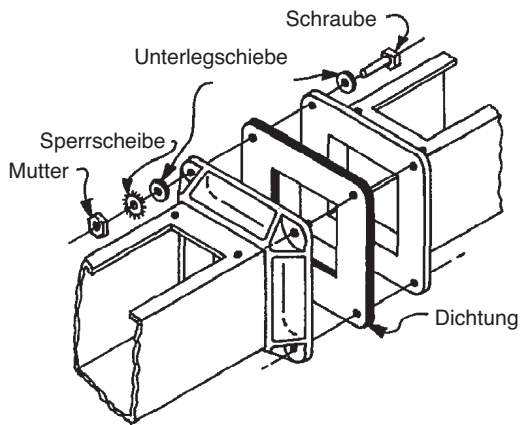
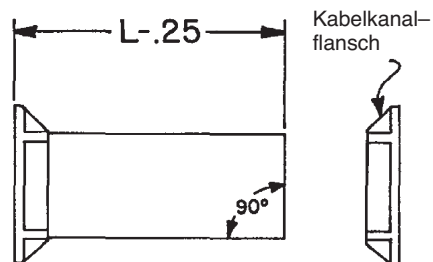
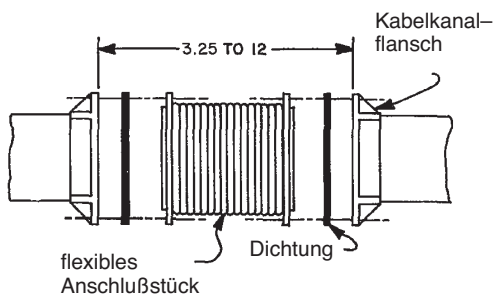
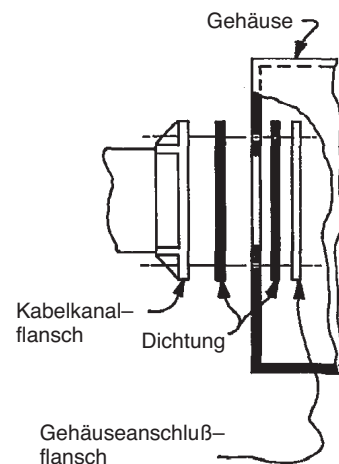

Abb. 1
Abb. 2
Abb. 3
Abb. 5
- A. Um die meisten Kabelkanäle zu montieren wird zuerst die Flanschdichtung zwischen den Kanalflanschen angebracht. Dann werden die Flansche mit Schrauben, Unterlegscheiben und Muttern, wie in Abb. 1 gezeigt, verbunden.
- A. Bestimmen Sie zuerst die Flanschlänge L. Die minimale Länge ist 2.5"; die maximale Länge ist 24". Schneiden Sie den Kabelkanal auf die Länge L-0.25", wie in Abb. 2 gezeigt, zu. Achten Sie darauf, daß der Kanal gerade abgeschnitten wird. Glätten Sie alle Oberflächen, die zusammengefügt werden soll, sorgfältig und kleben Sie den Kabelkanalflansch mit dem mitgelieferten Epoxydharzkleber an den Kanal. Folgen Sie den Anweisungen, die dem Kleber beigefügt wurden um eine gute Klebestelle zu erhalten. Sie können nun das verkürzte Kanalstück an andere Kabelkanäle wie in Abb. 1 gezeigt anbringen.
- A. Das flexible Anschlußstück kann für Längenabweichungen von 3.25" bis 12" verwendet werden. Montieren Sie das Anschlußstück wie in Abb. 3 gezeigt. Befestigen Sie das Anschlußstück mit den Schrauben am Kabelkanalflansch (Abb. 1).
- A. Montieren Sie die Dichtung wie in Abb. 4 gezeigt zwischen den Kabelkanalflansch und der Abschlußplatte. Verbinden Sie die beiden Teile mit den Schrauben (Abb. 1).
- A. Bestimmen Sie die Stelle, an der der Kabelkanal in das Gehäuse eintreten soll. Für den Kabelkanalflansch muß eine flache Oberfläche vorhanden sein. Fertigen Sie eine Öffnung und bohren Sie Löcher wie in Abb. 5 gezeigt. Bringen Sie den Gehäuseanschluß und eine Flanschdichtung im Inneren des Gehäuses an (Abb. 5). Bringen Sie eine weitere Flanschdichtung zwischen dem Kabelkanal und der Außenseite des Gehäuses an. Verschrauben Sie nun die Teile mit den Schrauben, wie in Abb. 1 gezeigt.